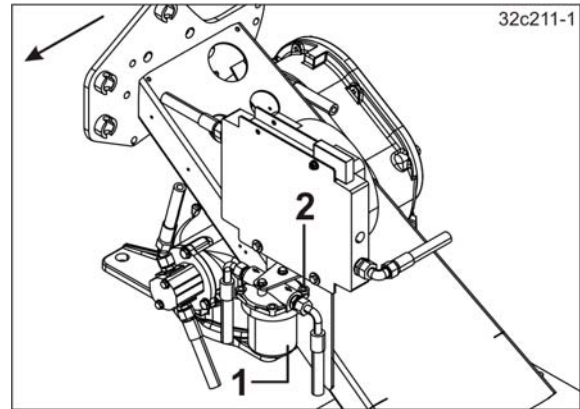

Fig. 181
1. Demontați vasul filtrului de ulei (Fig. 181/1).
- 1.1 Desfaceți șuruburile (Fig. 181/2).